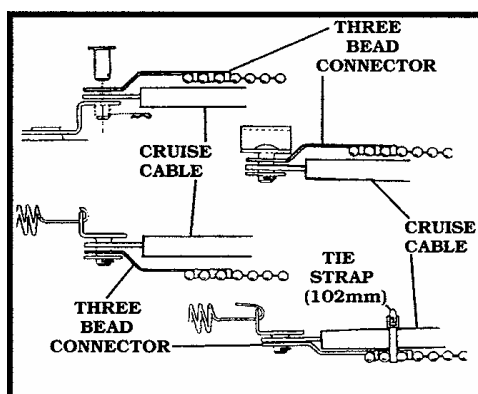

Figure 18
4. 必要時將 ”3珠鎖片”折彎，以避免與原車的油門鋼索互相干涉，（參考 Figure 18）用102mm的電線束帶（附於五金零件包內）將”3珠鎖片”與原車的”油門鋼索外管”綁在一起。（參考 Figure 18 右下圖）